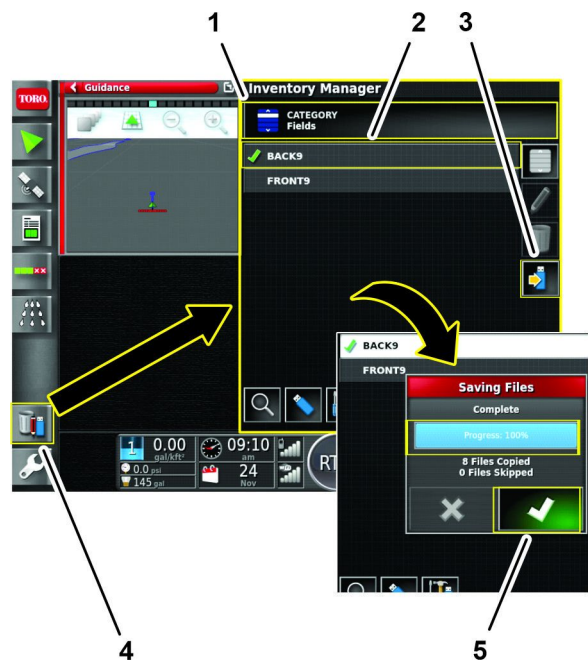

Bild 70
2. Tippen Sie auf das Symbol BESTANDSMANAGER, tippen Sie dann auf das Symbol KATEGORIETYP Bild 70
4. Tippen Sie auf das FELD-Symbol für die Feldgrenzen, die Sie mit denen der Maschine Nr. 1 zusammenführen, tippen Sie dann auf das Symbol AUSWAHL AUF USB-SPEICHERMEDIUM SPEICHERN und tippen Sie auf das Bestätigen-Symbol (Bild 70).